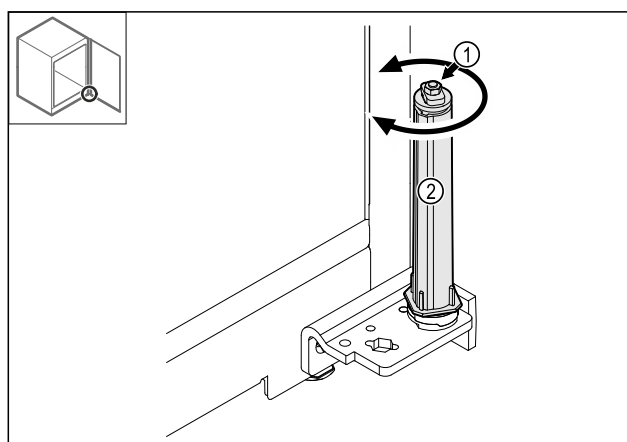

Fig. 37
- Lukkesystemets forskruning Fig. 37 (1) må ikke skilles ad.
- Drej lukkesystemet Fig. 37 (2), til det går i indgreb.